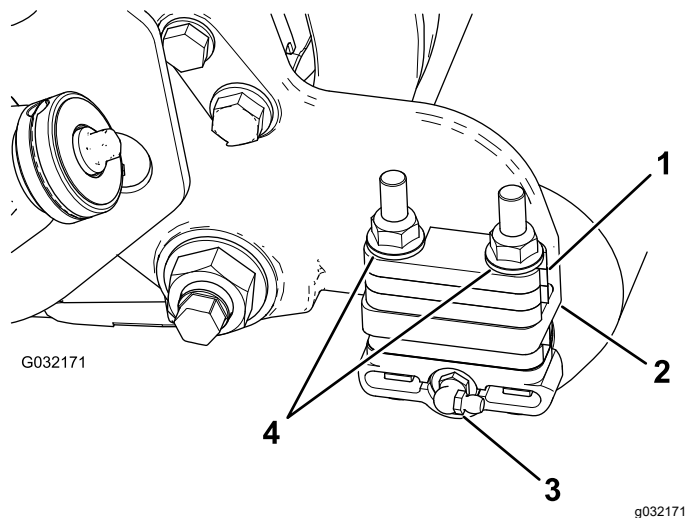

图 3
1. 从滚刀组的滚筒刷架一侧拆除滚筒的黄油嘴图 3。
1. 拆下将每个滚筒支架固定到每个侧板的 2 个凸缘锁紧螺母以及位于侧板安装法兰顶部的所有 6mm 隔片图 3。